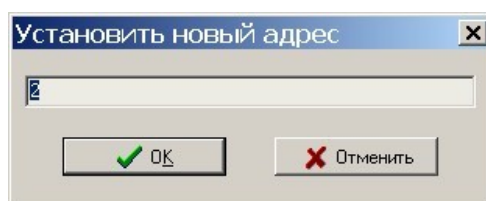

Рисунок 19
7) Если требуется установить новый адрес БЭС в интерфейсе ИПЛ, то надо выбрать в таблице БЭС и выполнить команду «Адрес» (рисунок 19). Ввести требуемый адрес БЭС и нажать кнопку «ОК» для записи адреса в БЭС.